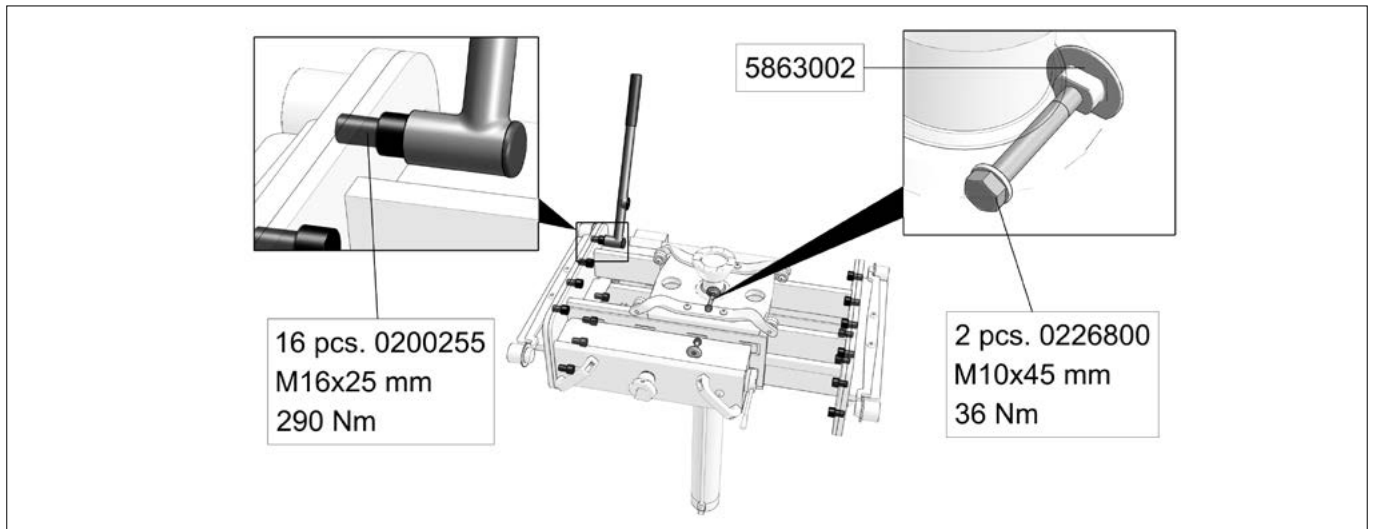

Fig. 51
- Justering og bespænding af låse og ophængsbolte (Fig.51).
- Adjustment of frame and torque setting of locks and support screws (Fig.51).
- Ausrichtung des Rahmens, fester Sitz der Sicherungsschrauben und Schrauben für die Aufhängung (Fig.51).
- Réglage du cadre, serrage des attaches et des boulons de suspension (Fig.51).
- Ramens justering och spänning av lås och upphängningsbulta (Fig.51).
- Asiantuntijan on tarkastettava rungon säädöt ja lukkojen sekä kiinnityspulttien kireys (Fig.51).
- De afstelling van het frame en het aanhalen van de vergrendelingen en de ophangingsbouten (Fig.51).
- Estado del bastidor y ajuste de los seguros y tornillos de los brazos de apoyo (Fig.51).
- Проверка юстировки рамы и затяжки стопоров и крепежных болтов (Fig.51).
- Regolazione del telaio e regolazione della coppia di serrature e viti di supporto (Fig.51).